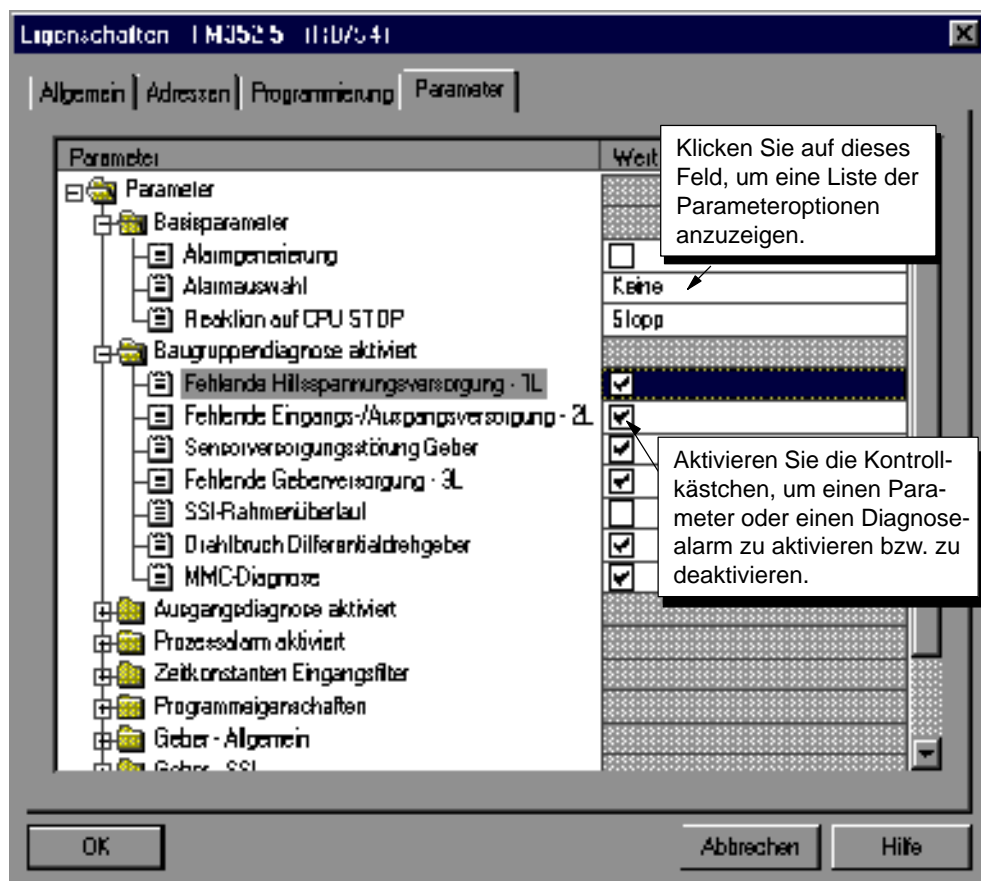

Bild 4-5 Dialogfeld "Eigenschaften FM 352-5", Register "Parameter"
③ Im Register "Parameter" wird eine hierarchische Darstellung der verschiedenen Funktionen und Diagnosen der Baugruppe FM 352-5 angezeigt, deren Betriebszustände Sie parametrieren können (siehe Bild 4-5). Hierbei handelt es sich um die folgenden Parameter, die in Tabelle 4-1 und in Tabelle 4-2 aufgeführt und beschrieben werden:
Erweitern Sie die Ordner in der linken Spalte, um die verfügbaren Parametereinstellungen anzuzeigen. Die Spalte rechts entspricht jeweils dem ausgewählten Parameter. Sie weisen Parameter zu, indem Sie eine der verfügbaren Optionen auswählen. Sie können die Spaltenbreite in diesem Dialogfeld mit dem Mauszeiger zwischen den Spaltenüberschriften ändern. Bild 4-5 zeigt, wie Sie Parameter zuweisen.